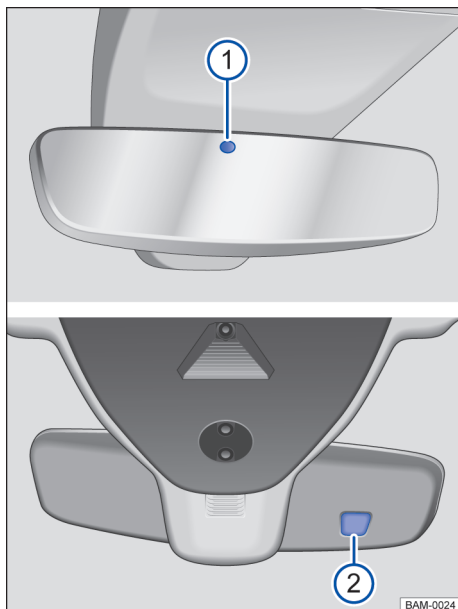

Fig. 96 No para-brisa: espelho retrovisor interno com antiofuscante automático.
Com a ignição ligada, os sensores medem a incidência traseira → Fig. 96 ① e dianteira de luz ②.